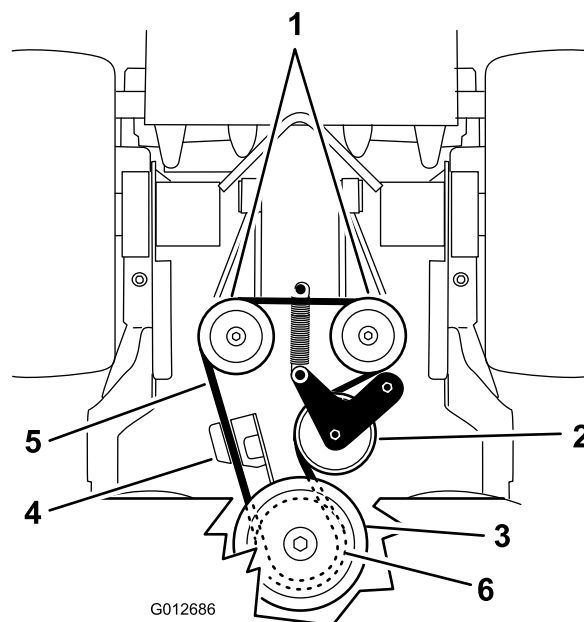

Figure 65
- Accrochez le ressort de la poulie de tension au cadre (Figure 65).